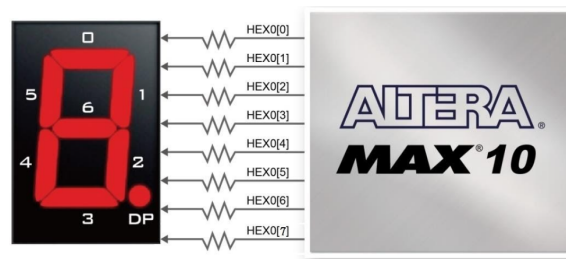

Figura 1: Disposição dos segmentos (a–g) em um display de 7 segmentos.
Um display de 7 segmentos é composto por sete LEDs independentes, nomeados de **a** a **g**, dispostos em formato de “8”, além de um ponto decimal (DP). Na placa DE10-Lite, os displays operam com lógica ativa em nível baixo (ânodo comum): um segmento acende quando o sinal correspondente está em '0' e apaga quando está em '1'. A Figura 1 ilustra a disposição dos segmentos.